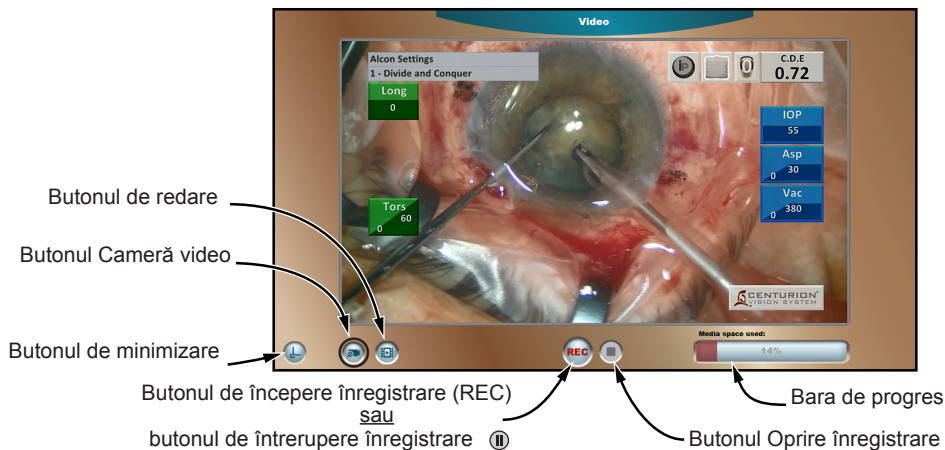

Figura 3–16 Video în Timp Real pe un Afîșaj de Mari Dimensiuni
3. Pentru a vizualiza imaginile video în timp real într-un format de mari dimensiuni care acoperă întreg ecranul, apăsați pe butonul de extindere din colțul stânga jos al ecranului de mici dimensiuni; imaginea video în timp real se extinde pentru a acoperi întreg ecranul, (Figura 3–16).